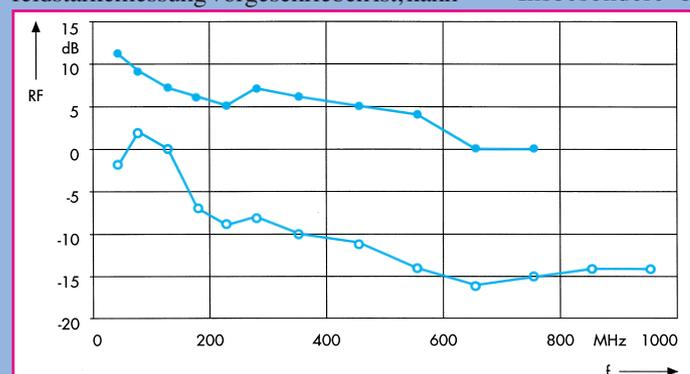

Bild 1: Extremwerte des Relation Factors RF für kleine Prüflinge (nach [2])
2. Die Korrelation Funkstörleistung/Funkstörfeldstärke hat, wie Abbildung 1 zeigt, eine große Streubreite.